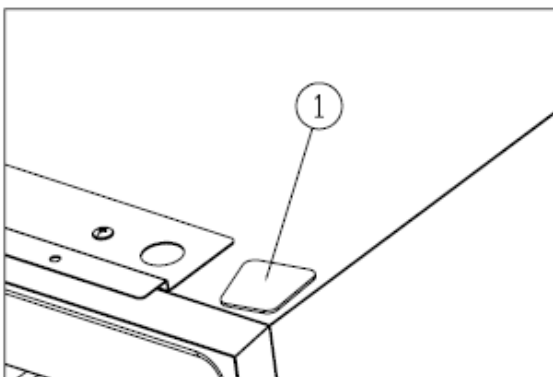

Figure 4
Installer le cache (1). [Figure 4]